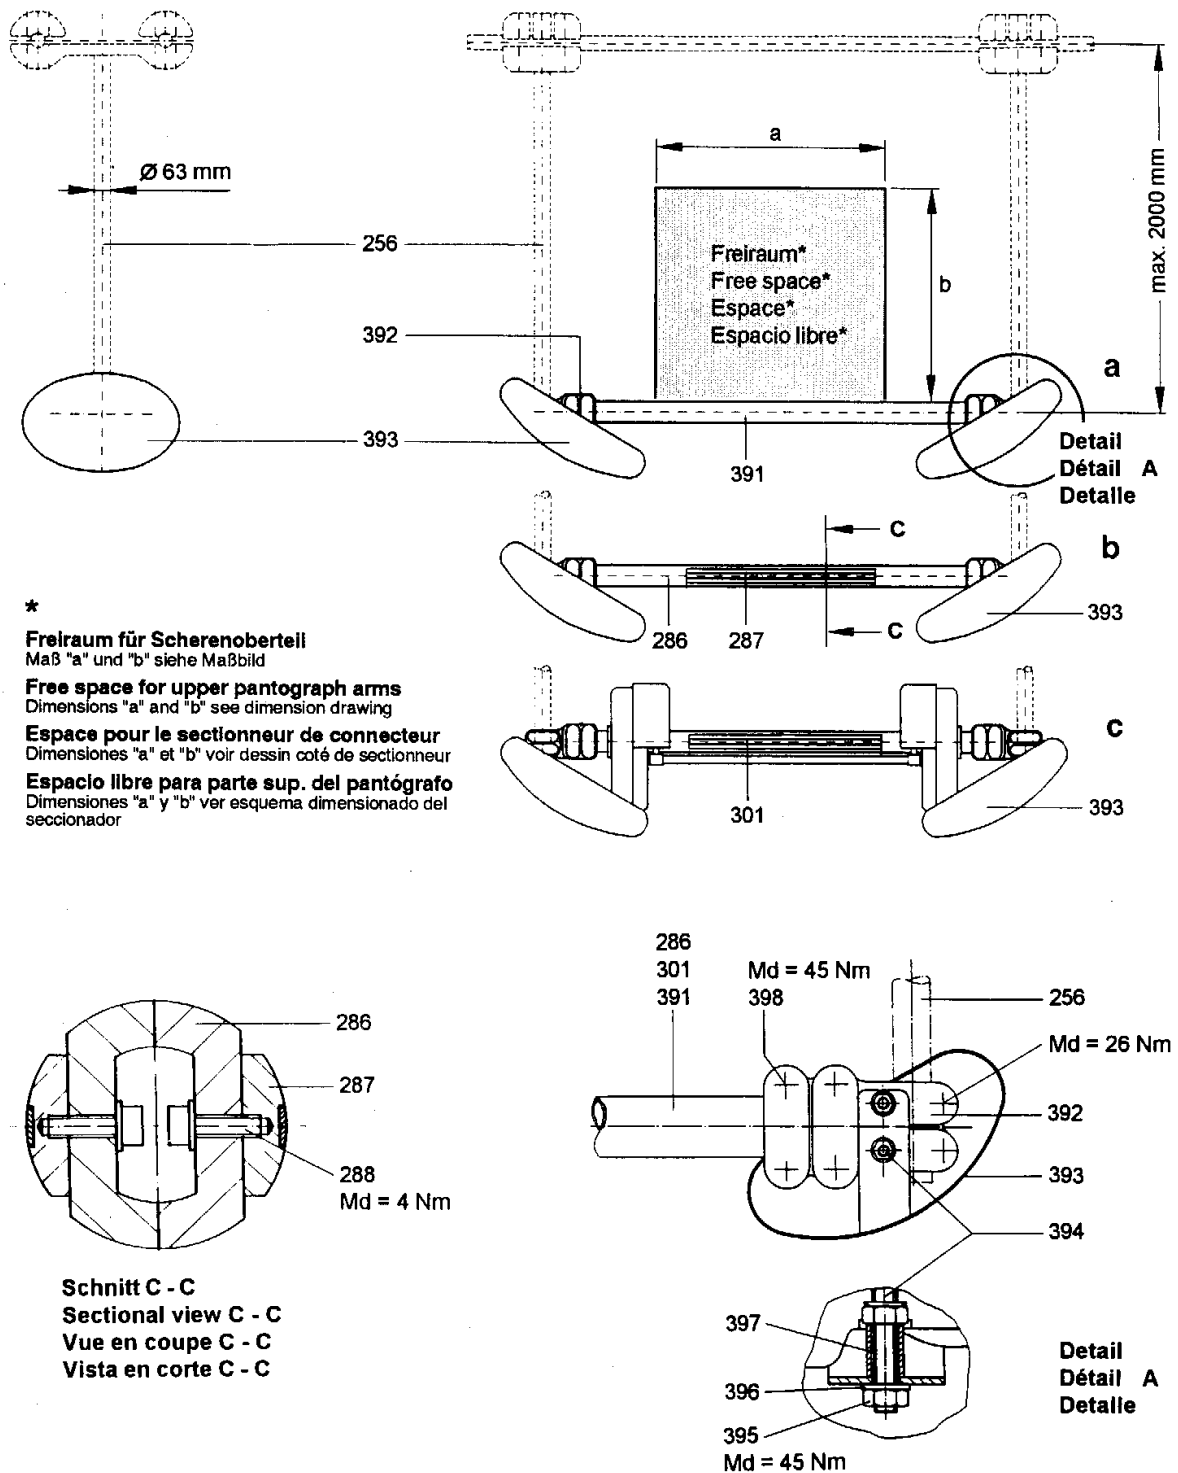

Bild 13
7.5.1 Gegenkontakt für Seilsammelschienen, Stoßstrom ≤ 125 kA (Bild 13)